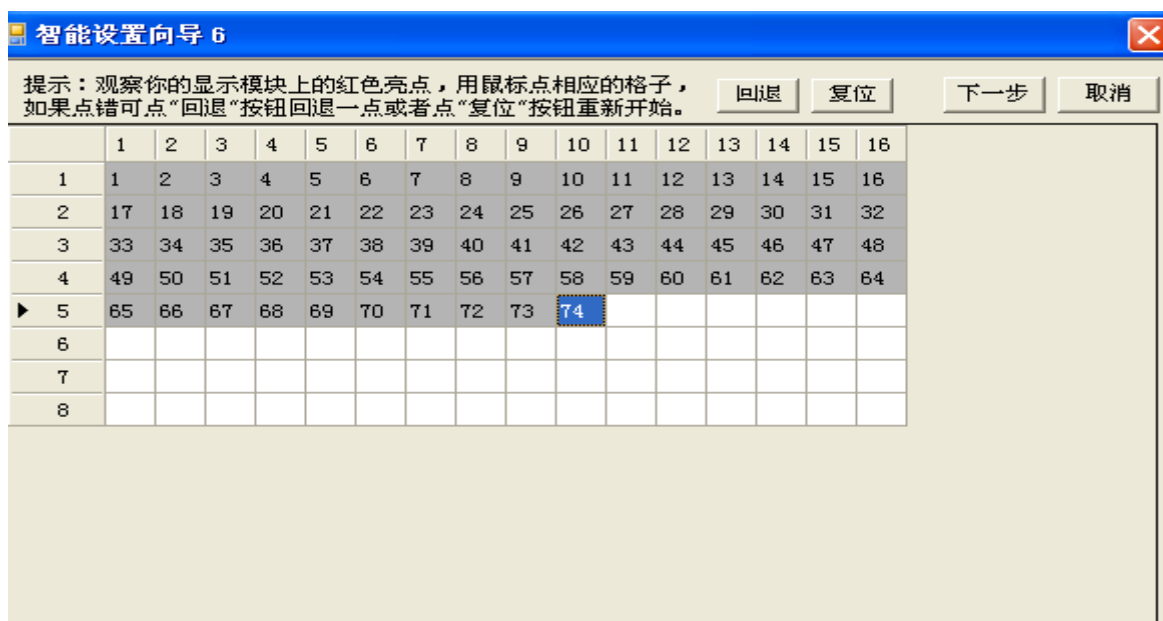

图 13
五：智能设置向导 6，看灯板显示哪一个点亮红色，然后点击电脑上相对应的点，每点完一个点灯板会提示点击下一个点，所有点选择完毕后会提示。然后点下一步按钮，如下图 13 所示
1. 在图 13 的操作界面上,点击异型圆点,在异型的正下方会出现 “异型接收卡模块连接设置”按钮, 如图 22 .